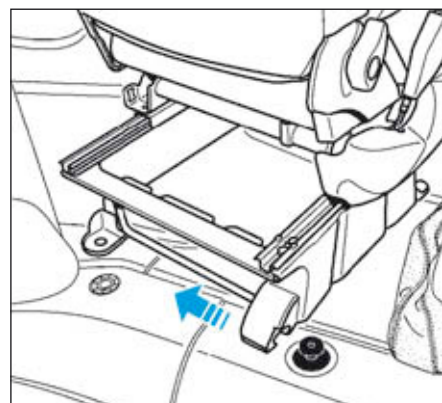

FIG.8
- déposer le siège (un plot de centrage maintient le siège en partie arrière droite de réhausse) (Fig.8).